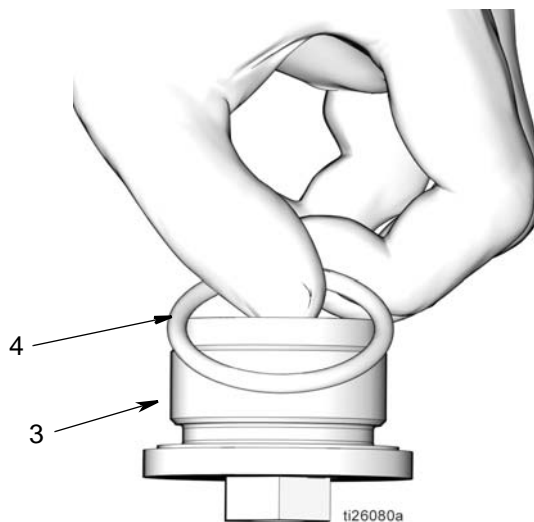

FIG. 53
- d. Applicare un sottile strato di grasso all'O-ring (4). Installare l'O-ring sul dado di fermo del pistone (3) (FIG. 53).